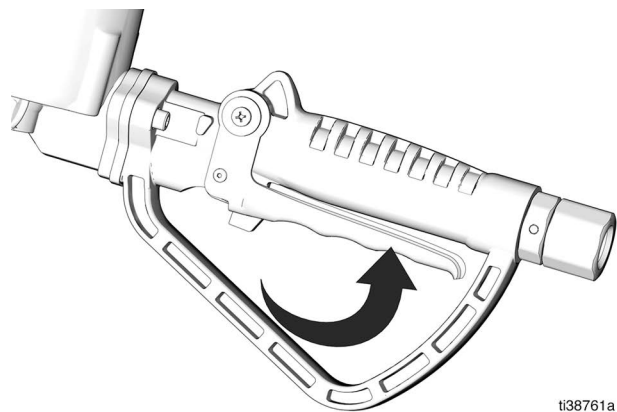
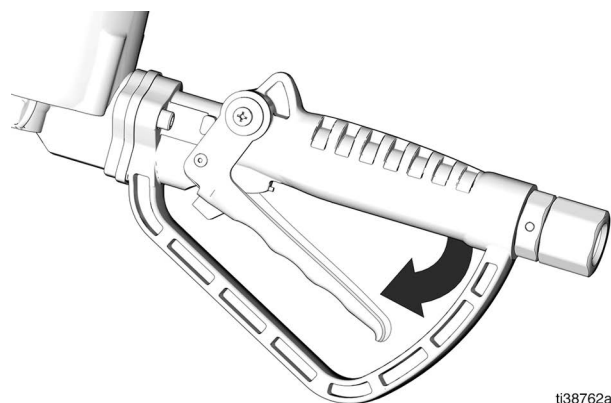

FIG. 6
FIG. 7
8. Para detener la dispensación antes de que se alcance la cantidad preajustada, libere el seguro del gatillo tirando de él hacia el cuerpo de la válvula y soltándolo (FIG. 6 y FIG. 7).